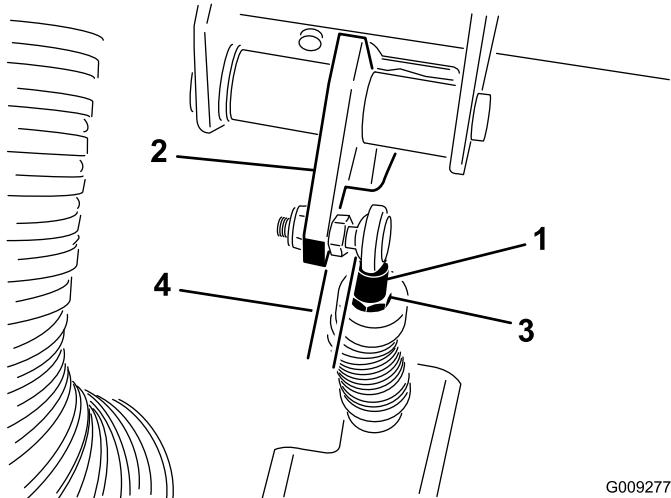

Bild 71
**Wichtig:** Stellen Sie sicher, dass das Stangenende richtig auf der Kugel (nicht gedreht) positioniert ist, und parallel zum Kupplungspedal bleibt, nach dem die Klemmmutter angezogen ist (Bild 71).